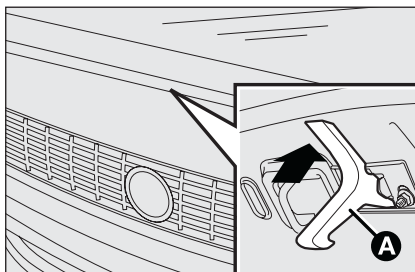

fig. 95
- ☐ mueva la palanca **A-fig. 95** como se indica en la figura;